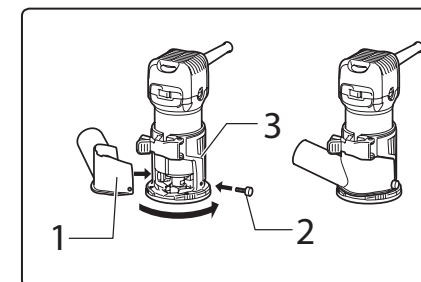

Abb. 18
- Bringen Sie zur Staubabsaugung den Staubabsaugadapter an der Führungsgrundplatte an und sichern Sie ihn mit der Schraube (siehe Abb. 18).